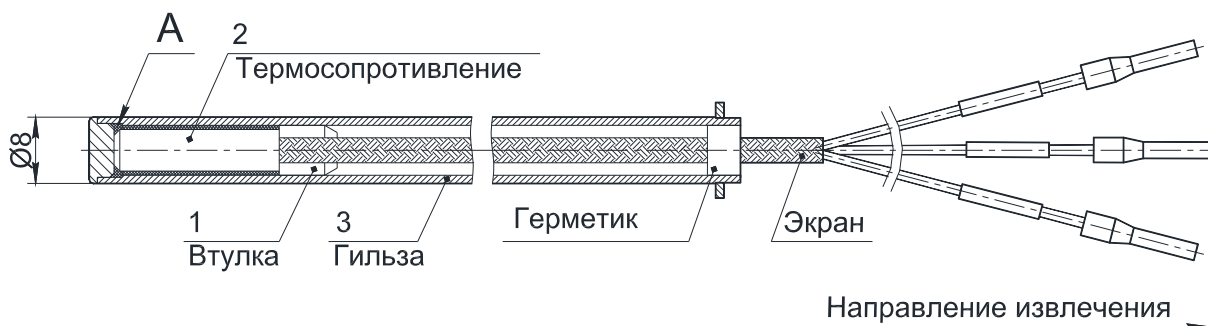

Рисунок 5
**5.5 Инструкция по извлечению термосопротивления из гильзы (см. рисунок 5)**